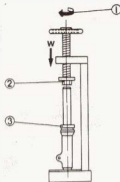

Bild 181
- Gabelstandrohr (7) in die geschützten Backen (Holz, Gummi, Aluminium) eines Schraubstocks einspannen.
- Gummikappe (17) mit Schraubenzieher abheben.
- Verschlussstopfen (19) mit Schraubenzieher etwa 1 mm weit nach unten (weiter geht es nicht) drücken (Helfer einsetzen) Mit Reiznadel und kleinem Schraubenzieher Sperrring (18) ausbauen.
- Durch die Federkraft der unter Vorspannung stehenden Gabelfedern (8 und 9) rutschen die Bauteile 19 mit aufgezogenem Gummiring 20 heraus. Kurze Feder (8) und lange Feder (9) entspannen sich dabei. Vorsicht, bei plötzlicher Entspannung fliegen die Bauteile in hohem Bogen meist an Stellen der Werkstatt, wo man sie nur schlecht wiederfindet!
- Kurze Feder (8), lange Feder (9) und zwischen beiden Federn liegenden Federsteile (21) aus Gabelstandrohr herausnehmen. Der Federsteile (21) hat die Form einer Scheibe $20 \times 27,5 \times 1,5$ mm.
- Staubdichtung (3) mit Schraubenzieher aus ihrem Sitz herausheben und über das Standrohr hinweg abnehmen.
- Federstahl-Klemmring (4) unter der Staubdichtung vorsichtig aus seiner Nut heraushebeln.
- Trick zum Ausbau der Wellendichtung (6): lange Feder (9) einsetzen, Rohr bis oben mit Öl füllen. Verschlussstopfen (19) mit aufgezogenem O-Ring einbauen und mit Sperrring (18) sichern.
- Wenn Körperkraft allein nicht reicht, um genügend hohen Druck zu erzeugen, mit einfacher Mittel, eine Spindelpresse bauen, die nach dem Prinzip in Bild 181 arbeitet.